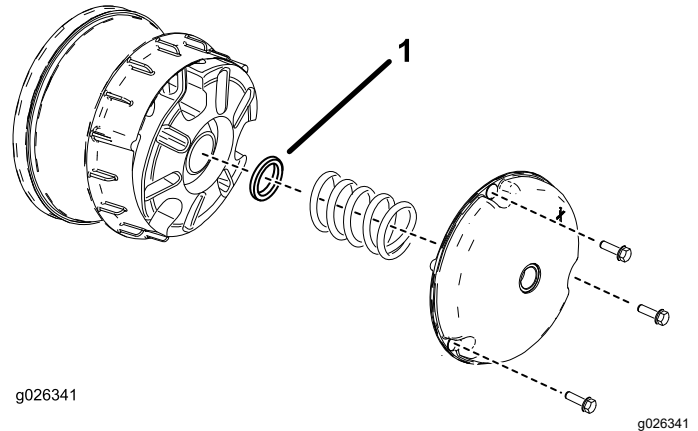

図 65
- 図 65 に示すように、一次クラッチカバーを固定しているボルトを外す。